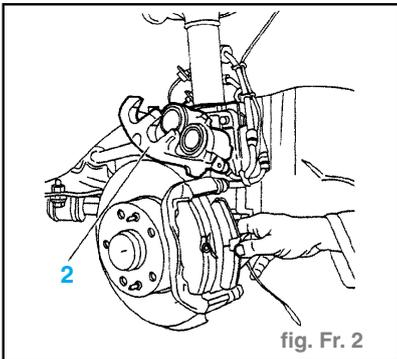

fig. Fr. 2
- Orienter convenablement l'étrier et dégager les plaquettes de freins. (fig. Fr. 2)
- Déposer les plaquettes de freins. (fig. Fr. 2)